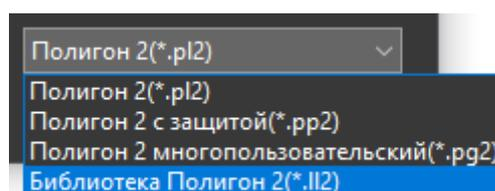

Рисунок 9 – Выбор типа файла *.II2
4. Выбрать тип файла **Библиотека Полигон 2 (*.ll2)** (см. рисунок 9) и нажать создать.